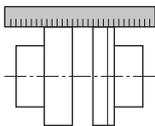

Fig. 12 : Contrôle de l'alignement radiale avec une règle
- Le contrôle de l'orientation de l'accouplement radiale peut être également réalisé avec une règle (voir fig. 12).